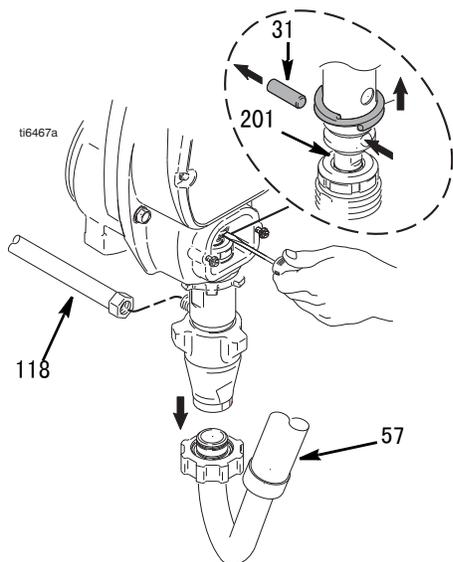

图 16
3. 图 16. 当泵的活塞柱（201）处于最低位置时，使泵停机。
5. 图 16. 卸下软管（118）和吸料管（57）。用一把螺丝刀，将固定弹簧向上推，然后将销针（31）推出。